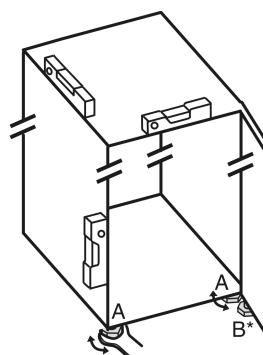

Fig. 23
- Stellfüße Fig. 23 (A) mit beiliegendem Gabelschlüssel und mit Hilfe einer Wasserwaage herausdrehen, bis das Gerät fest und ebenstehend ausgerichtet ist.
► Stellfuß Fig. 23 (B) am Lagerbock mit beiliegendem Gabelschlüssel herausdrehen, bis er auf dem Boden aufliegt.
► Stellfuß Fig. 23 (B) um 90° weiter drehen.